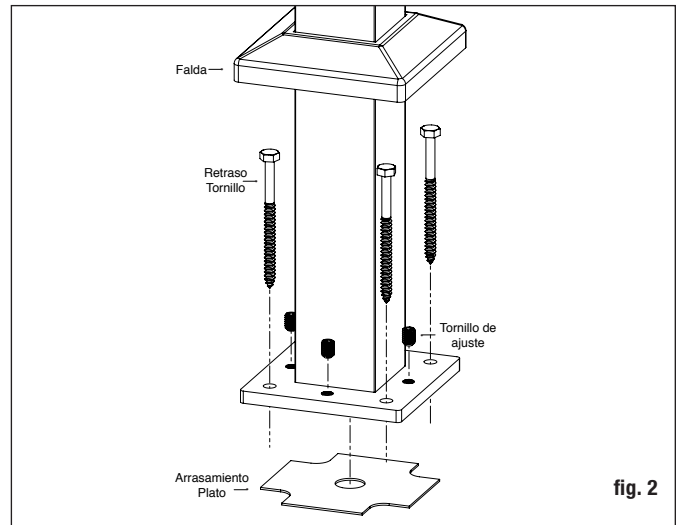

fig. 2
Paso 2 Instale los postes uniéndolos a la base de aluminio a la superficie de la plataforma. Coloque el poste de manera que el sujetador entre en la viga del piso y asegúrese de que la plataforma esté firmemente sujeta a la viga en la ubicación de los postes. Si es necesario, use bloques de madera firmemente sujetos a la estructura de las vigas como refuerzo debajo de la plataforma donde se encuentran los postes. Los sujetadores que sujetan la base del poste a la superficie deben poder fijarse a las vigas o tirantes de refuerzo, no solo a la plataforma en sí. *Nota: Cuando instale un poste de aluminio en la parte superior de una superficie de madera, los tornillos deben colocarse en al menos 3 pulg. de madera maciza (sin incluir la plataforma). Las tablas de terraza de 5/4 pulg. o 1 1/2 pulg. no proporcionan suficiente material para una instalación segura. Si es necesario, agregue material adicional a la parte inferior de la superficie (fig. 2).*